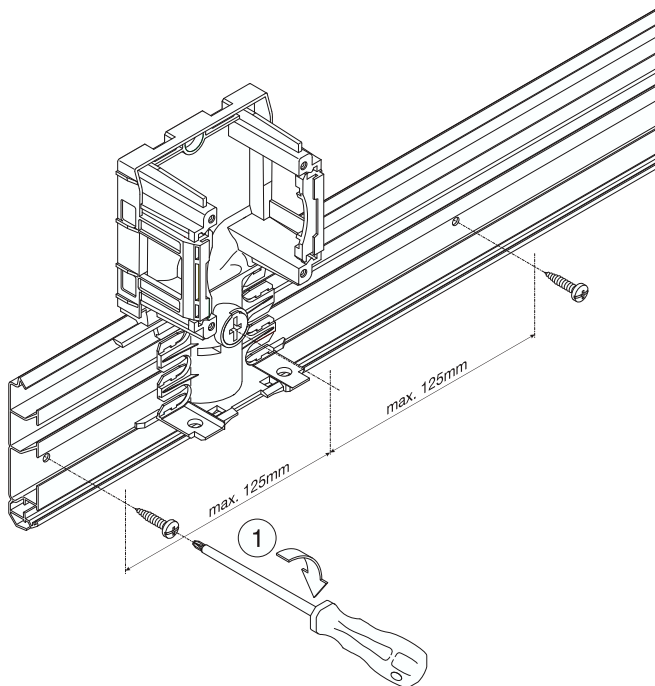

Abbildung 1
1. Geräteträger einrasten (Abb. 1)